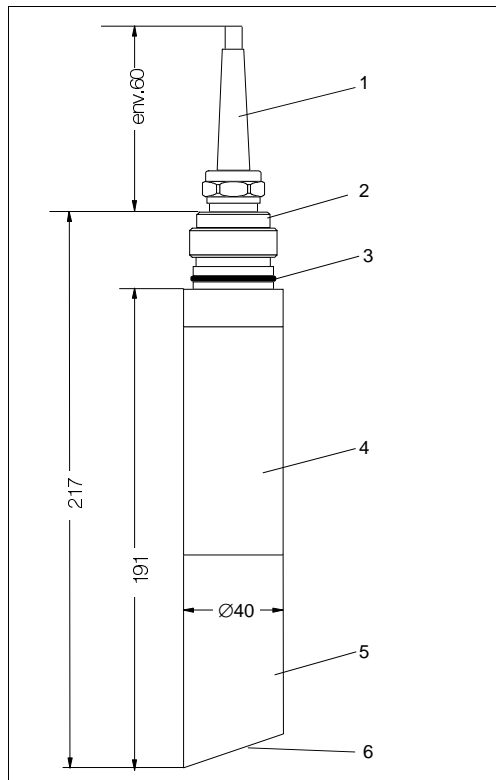

Fig. 3.4 : Dimensions de la cellule CUS 1 / CUS 4
- optique prismatique avec essuie-glace (fig. 3.4)